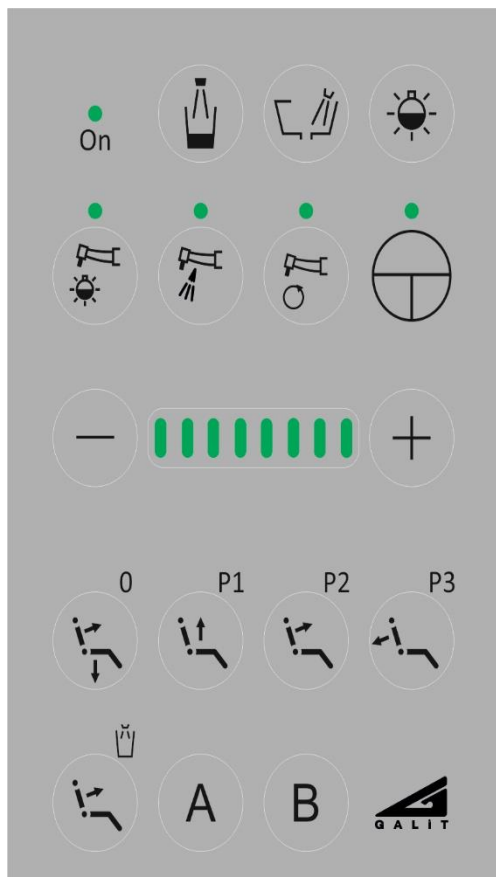

Рисунок 5.1.1 Пульт керування блоку лікаря GALLANT
- при короткочасному натисканні **кнопки наповнення склянки**  на пульті блоку інструментів лікаря, (Рисунок 5.1.1) або на пульті асистента (для виконань з пультом асистента) - вода поступає в склянку протягом 3 сек. При повторному натисканні кнопки пульта керування раніше 3 сек. подача води в склянку припиняється;
- при короткочасному натисканні **кнопки змиву чаші**  на пульті блоку інструментів лікаря, (Рисунок 5.1.1) або на пульті асистента (для виконань з пультом асистента) – здійснюється змив чаші на протязі (10-12) сек. При повторному натисканні кнопки пульта керування раніше (10-12) сек. змив чаші припиняється.